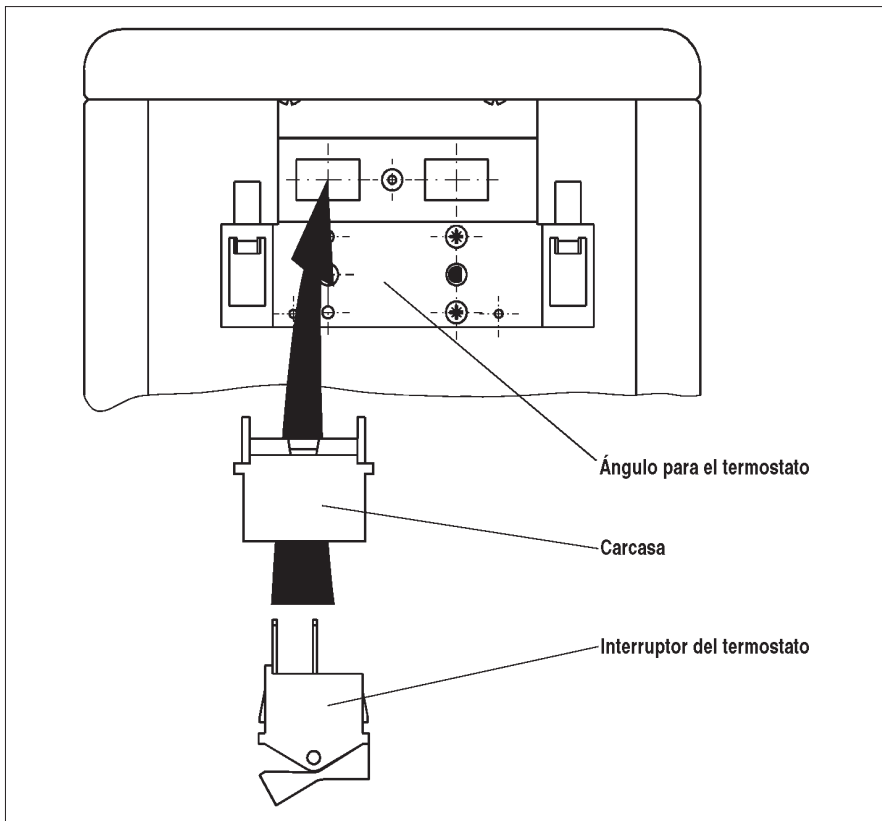

Fig. 2
- 2.** Cablear el interruptor CON/DESC (S2). A continuación atornillarlo junto con su carcasa en el ángulo de soporte del termostato, en la zona superior de la parte eléctrica del acumulador (fig. 2). Asimismo fijar el potenciómetro (R2) en el ángulo.